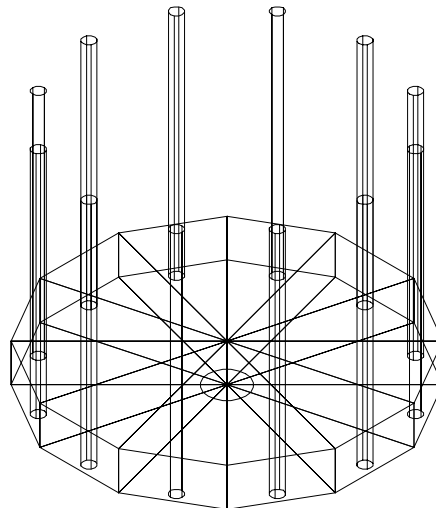

Figura 15.8 *Cópia Circunferencial do Degrau e Pedestal*
- **Copiar circunferencialmente (POLAR ARRAY) o degrau e o pedestal (12 vezes ao longo de 360°) em torno do eixo da escada (Figura 15.8);**